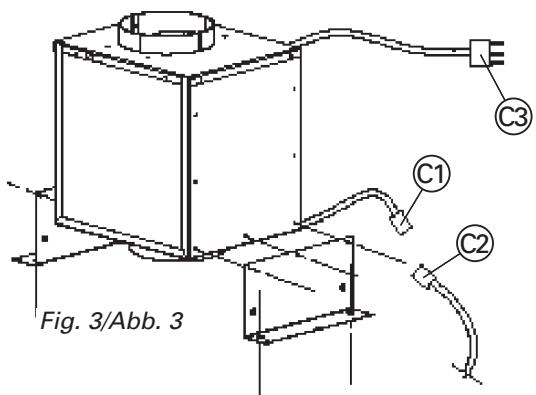

Fig. 3/Abb. 3
- 2) Poser l'appareil à l'emplacement voulu pour la fixation, marquer tous les trous prévus pour la fixation, percer et insérer les chevilles fournies. Le diamètre des trous dépend du diamètre des chevilles (cf. fig. 3).
- 2) Apoyar el aparato sobre el punto establecido para la fijación, señalizar todos los agujeros previstos para el montaje, agujerear y poner los tacos incluidos. El diámetro del agujero depende del diámetro de los tacos (ver fig. 3)